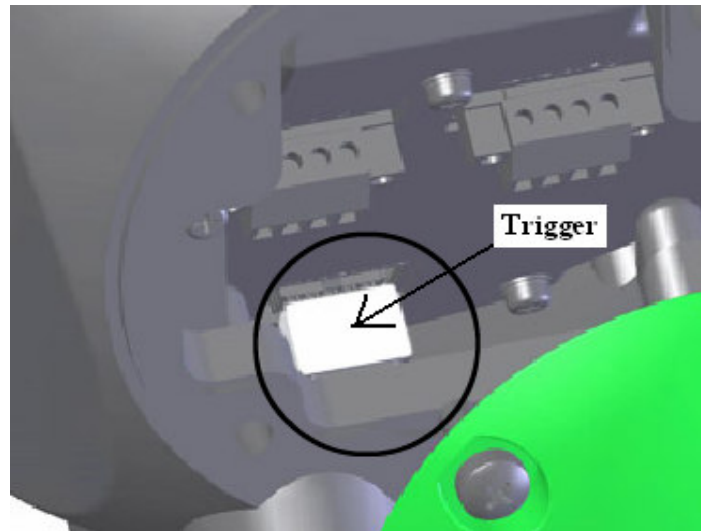

Figura 14 Connettore bianco
4. Estrarre con cura la scheda elettronica di 2 cm dalla testa dello scanner e scollegare il connettore bianco, sul retro della scheda elettronica, dalla parte posteriore della testa dello scanner (questo cavo collega la scheda elettronica ai trasduttori e al termistore). Per rilasciare il connettore bianco, premere e tirare con attenzione la levetta sul connettore bianco (fare riferimento a Figura 14 Connettore bianco)